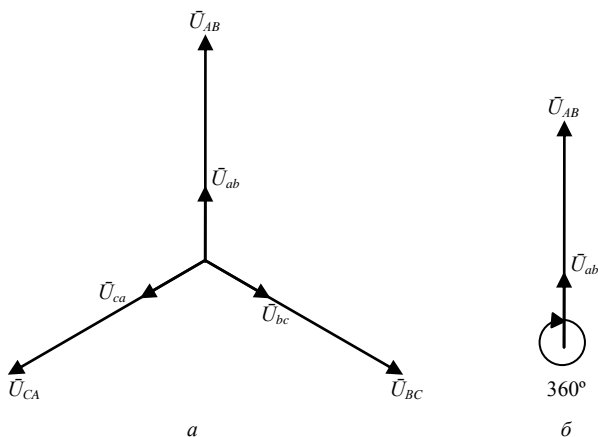

Рис. 7.12. Векторные диаграммы
11. Для построения векторной диаграммы напряжений выберем масштаб напряжений обмоток ВН и НН,  $\mu_U = 2$  кВ/см. Векторы линейных (фазных) напряжений обмоток НН параллельны векторам фазных напряжений обмоток ВН (рис. 7.12, а).
Из векторной диаграммы номер группы трансформатора определяется делением фазового угла сдвига между векторами  $\vec{U}_{AB}$  и  $\vec{U}_{ab}$  на  $30^\circ$ , в результате имеем 12, то есть нулевую группу трансформатора  $\Delta/\Delta-0$  (см. рис.7.12, б.).